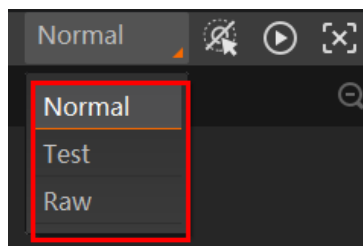

图3-11 运行模式设置
3. 通过“预览窗口”区域右上角下拉选择设备的运行模式，运行模式分为 Test、Normal 以及 Raw 共 3 种，如图 3-11 所示，具体介绍详见 8 运行模式章节。